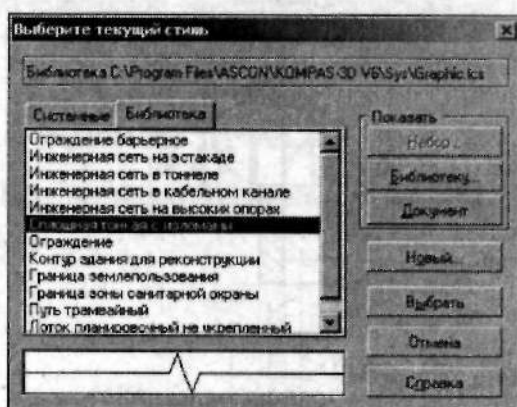

Рис. 2.29. Вы можете выбрать новый стиль линий из библиотеки
6. В диалоговом окне выбора стиля линий появятся все доступные стили библиотеки (рис. 2.29).